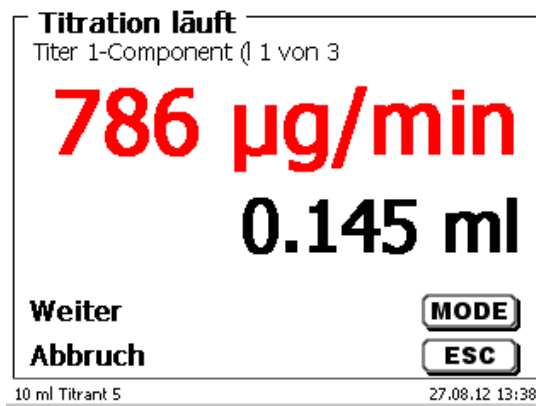

Abb. 75
- der Verbrauch in ml mit der Drift in $\mu\text{g}/\text{min}$ (Abb. 75),